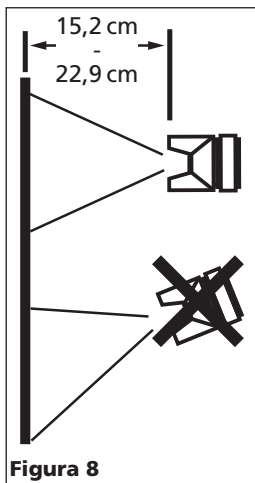

Figura 8
- Comience a rociar. Siempre mantenga la pistola en los ángulos correctos (Vea la Figura 8).